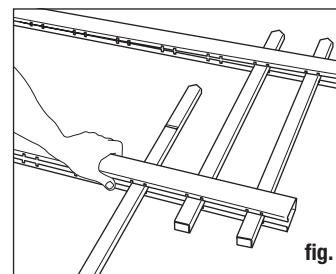

fig. 4
- Continuez ce processus jusqu'à ce que tous les piquets soient insérés dans les traverses, les languettes et les encoches alignées (fig. 4).